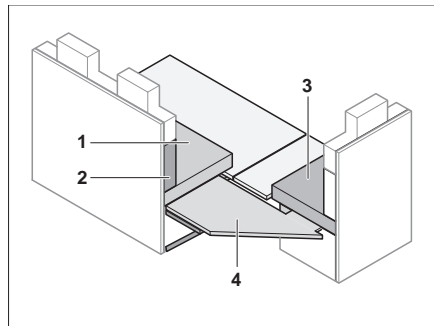

Fig. 130 Inserire il pannello di rinforzo
- Collocare il pannello di rinforzo (Fig. 130,4) sulla prolunga del divanetto.